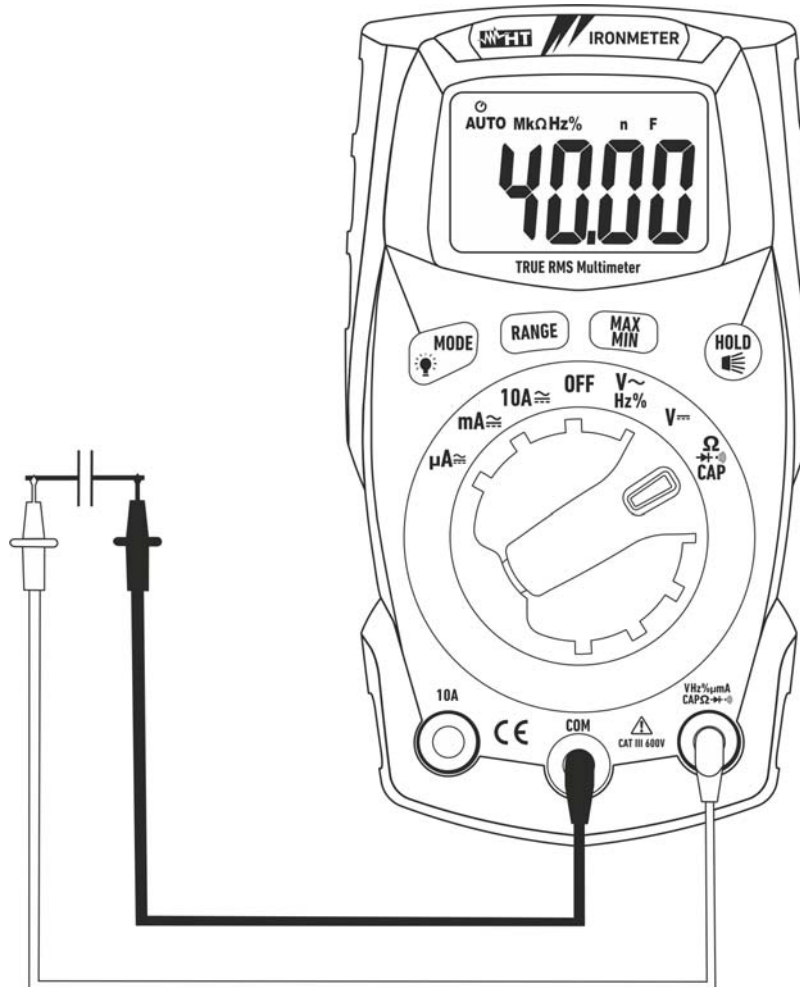

Fig. 7: Utilisation de l'instrument pour la mesure de capacité
4. Positionner les embouts aux extrémités du condensateur sous test en respectant, éventuellement, les polarités positives (câble rouge) et négatives (câble noir) (voir Fig. 7). La valeur de capacité sera affichée à l'écran.